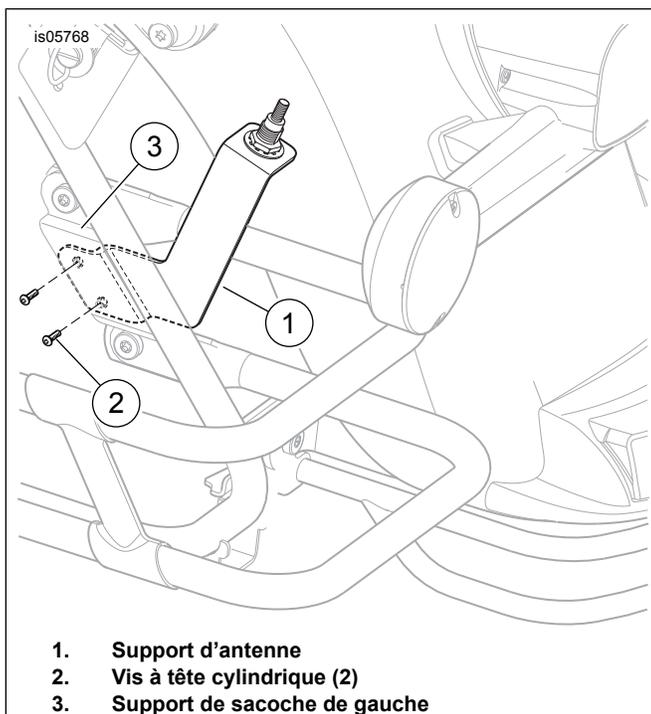

Figure 4. Montage du support d'antenne AM/FM au garde-boue (FLHT et FLHTC)
3. Voir Figure 4. Installer l'ensemble du support d'antenne (1) sur le support de sacoche de gauche (3) avec deux vis à tête cylindrique (2) du kit. Serrer les vis à un couple de 4,5–6,8 N·m (40–60 in·lbs).